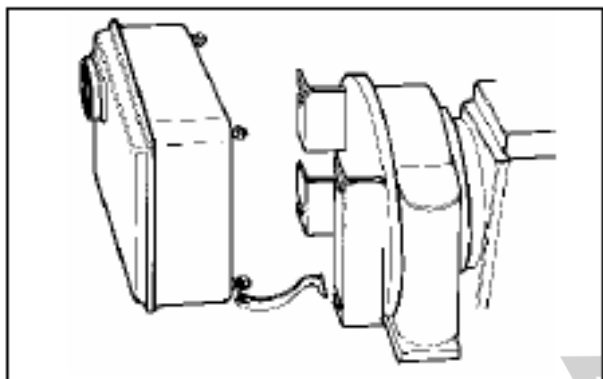

Рис.7
- A.** Присоедините электрический шкаф с обратной стороны рычага зажимного устройства с помощью прилагаемых гаек (Рис.7).